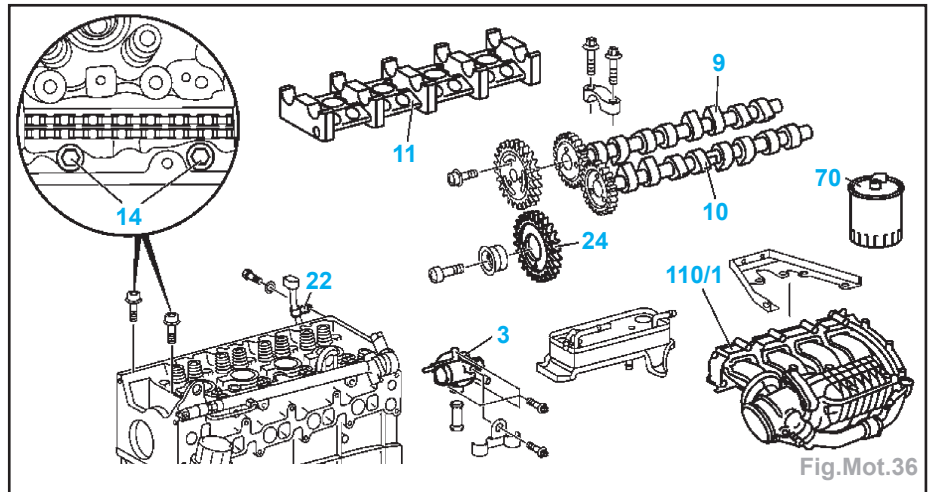

Fig.Mot.36
- Dévisser le support (22) sur la culasse (pour boîte de vitesses 722.6) (Fig.Mot.36).
- Déposer le boîtier du thermostat (3) (Fig.Mot.36).
- Déposer les vis de culasse (14) sur le couvercle du carter de distribution (Fig.Mot.36).